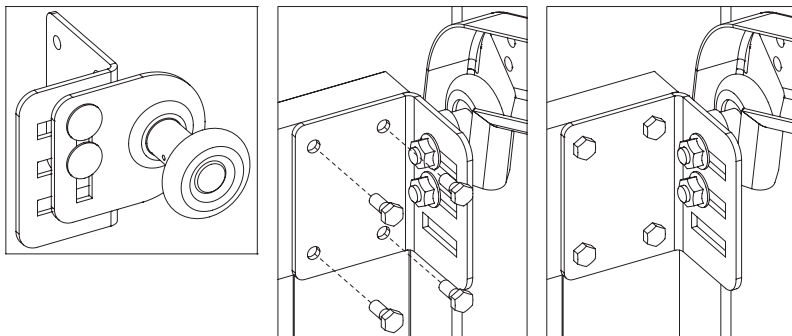

Рис.29.1
На рис.29.1 показана установка верхнего кронштейна на воротах с ручным управлением:
- на воротах с ручным управлением ходовой ролик должен прилегать к профильной части переднего направляющего профиля (рис.29.1);